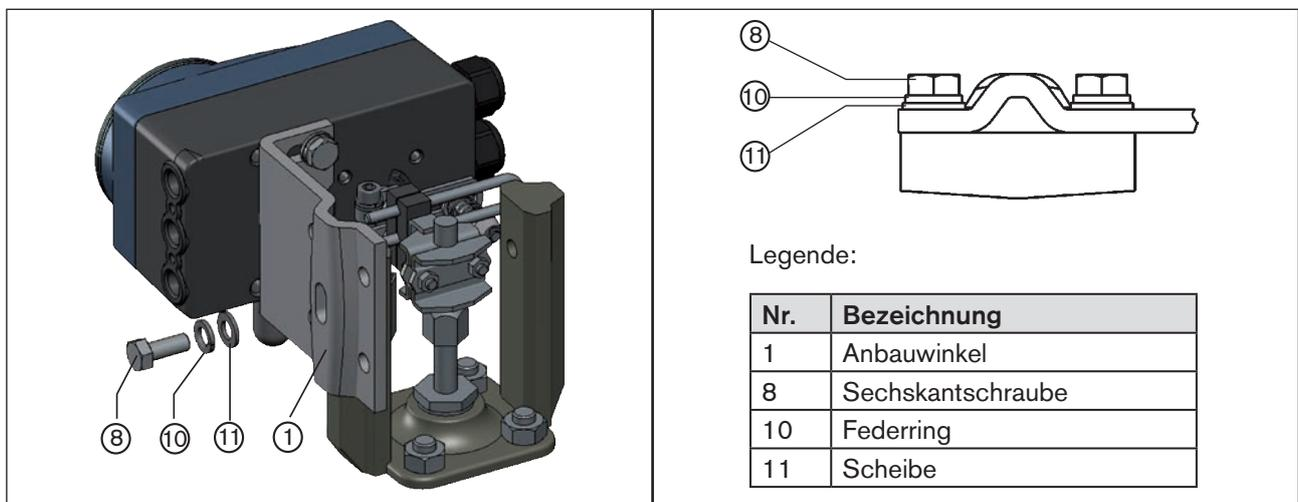

Bild 16: Positioner mit Anbauwinkel befestigen; bei Antrieben mit Gussrahmen
→ Anbauwinkel mit einer oder mehreren Sechskantschrauben ⑧, Scheiben ⑪ und Federringen ⑩ am Gussrahmen befestigen (siehe „Bild 16“).